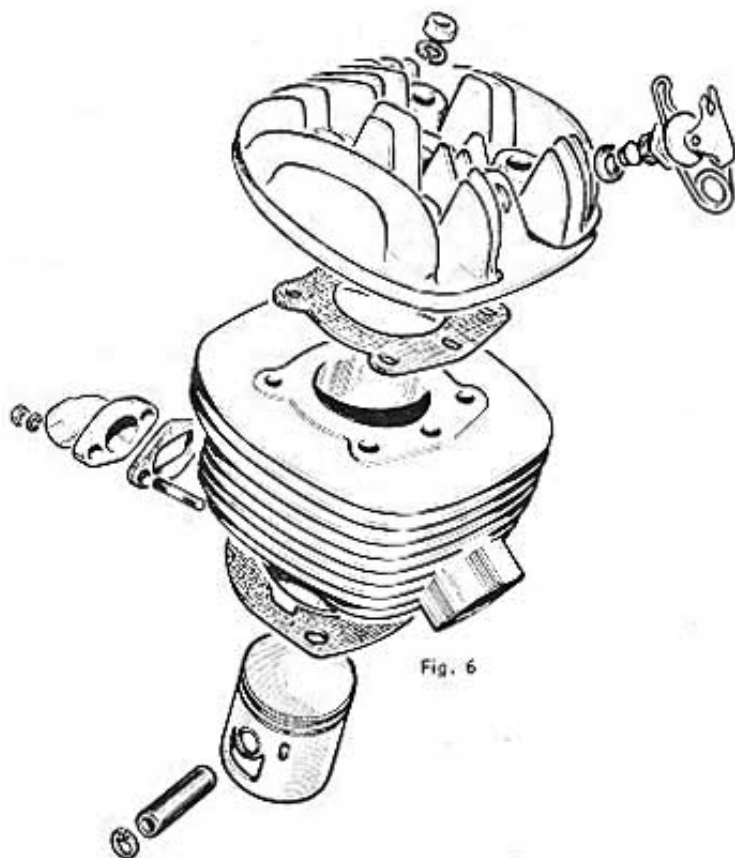

Fig. 6
- Dévisser les 4 écrous fixant la culasse, après les avoir débloqués en quinconce pour éviter toute déformation (clés à tube de 10 ou de 11) Retirer les rondelles et les deux brides de fixation du moteur au cadre (dans le cas d'un BB3L). Enlever la culasse et son joint (fig. 6).